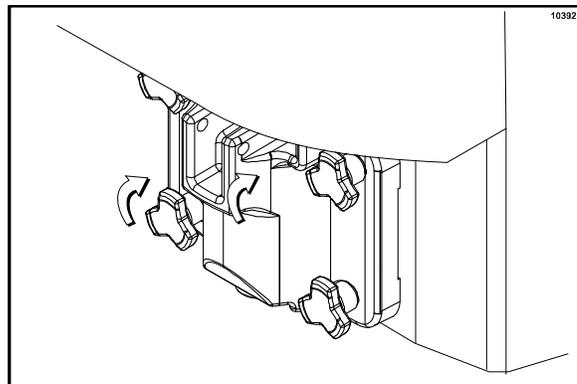

図139
14. パッフルロッドをシリンダー内のピーターフレームに通します。フリーザードアをシリンダー前部の4つのスタッドにはめ、ハンドスクリューで固定します。ハンドスクリューは対角線上に締めます(図139を参照)。